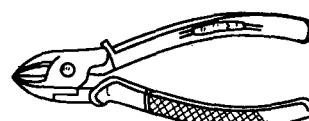

图1-9 电工用绝缘柄断线钳
**5. 断线钳** 断线钳又称斜口钳，钳柄有铁柄、管柄和绝缘柄3种形式，其中电工用绝缘柄断线钳的外形如图1-9所示。其耐压为1000V。